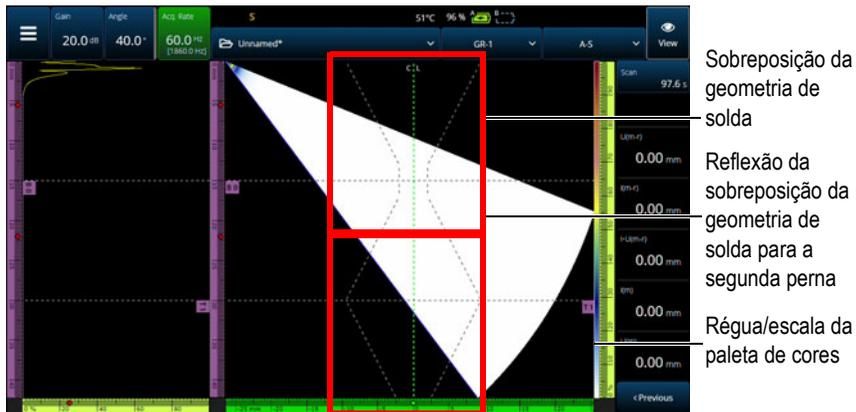

Figura 2-57 Exemplo de uma sobreposição de geometria de solda de offset em V
Se sua peça inspecionada incluir uma sobreposição (soldagem ou personalizada), você pode alternar a visibilidade da sobreposição. A sobreposição é um desenho da geometria da solda ou do desenho selecionado sobreposto na visualização do S-scan. Este recurso pode ajudá-lo a visualizar onde as indicações estão localizadas em relação à geometria da peça ou da solda (Figura 2-57 na página 111). A reflexão da sobreposição (para levar em conta a segunda perna, terceira perna, etc.) pode ser ligada/desligada no menu **Menu > Display > Overlay > Multiple Legs** (menu > tela > sobreposição > várias pernas).
- ◆ Toque e segure a régua/escala da paleta de cores (mostrada no lado direito da Figura 2-57 na página 111) e depois selecione **Load** (carregar). Revise as paleta de cores disponíveis e toque em **Open** (abrir) para mudar a paleta (Figura 2-60 na página 115).